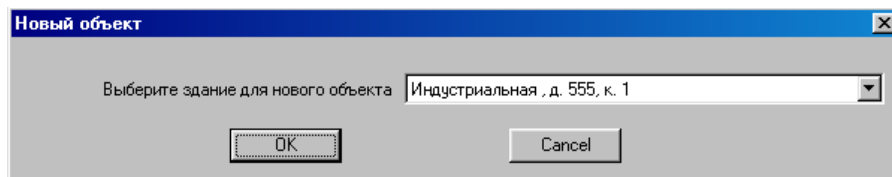

Рисунок 18
4.2.2 Ввод (корректировка, удаление) данных по объекту осуществляется следующим образом. В пункте основного меню «Карточки» выбрать пункт «Карточка объекта», либо нажать кнопку «Объект». Если требуется ввод нового объекта, то в появившемся окне нажать кнопку «Создать». В случае редактирования существующего объекта, выбрать из выпадающего списка требуемый объект и нажать кнопку «Редактировать объект». При создании нового объекта программа предложит выбрать из списка здание для данного объекта (здание должно быть заведено заранее), рисунок 18: